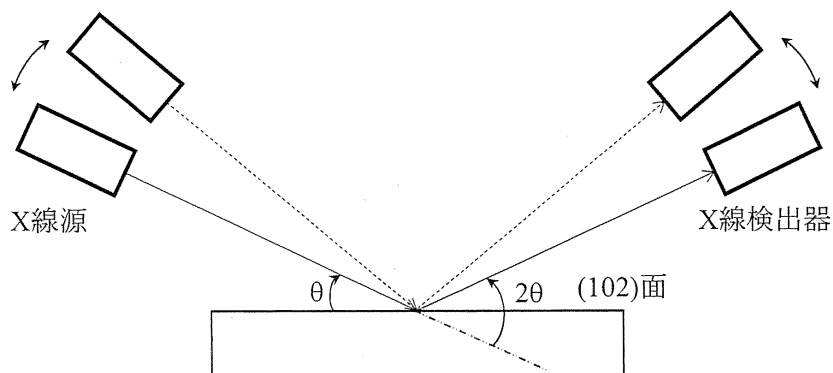

図3
- (3) 図3に示すように、単結晶試料の(102)面の面法線が入射X線方向と散乱X線方向で作られる面(散乱面)内にのるように光学系を設置し、入射X線の入射角度 $\theta$ を変化させていくと同時に検出器の位置 $2\theta$ を変える $\theta$ - $2\theta$ スキャンを行って回折線を測定する。このスキャン方法によって、回折を観測することが可能な面のミラー指数をすべて答えよ。ただし、X線の波長は上の設問(2)と同じとする。